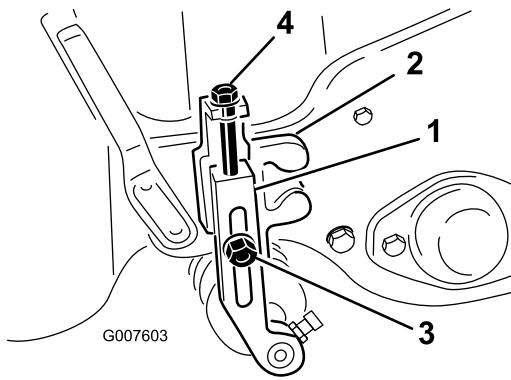

Figura 41
- Afloje las contratuerzas que sujetan los brazos de ajuste de la altura de corte a los soportes (Figura 41).